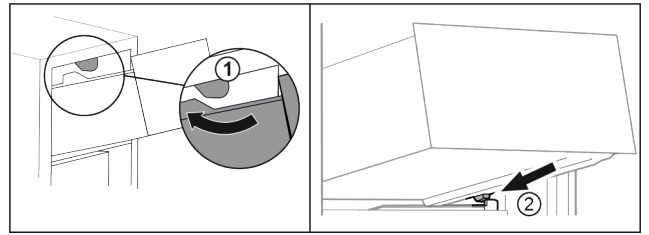

Fig. 65
- ▶ Introduzca el cajón rodeando los topes superiores. Fig. 65 (1)
- ▶ Coloque el cajón inclinado detrás de los topes inferiores sobre la nervadura para recipientes. Fig. 65 (2)